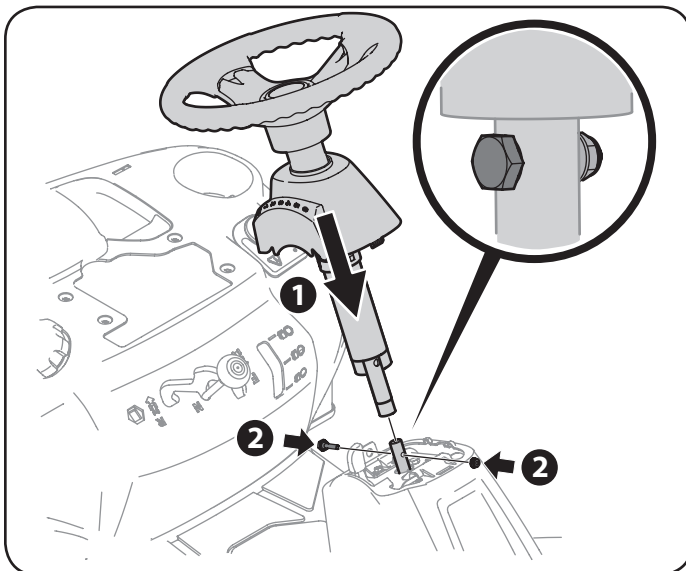

Figura 2
4. Baje el conjunto del volante sobre el árbol inferior de la dirección (1) y sujételo con el perno y la tuerca de seguridad (2) que extrajo previamente. Vea la Figura 2